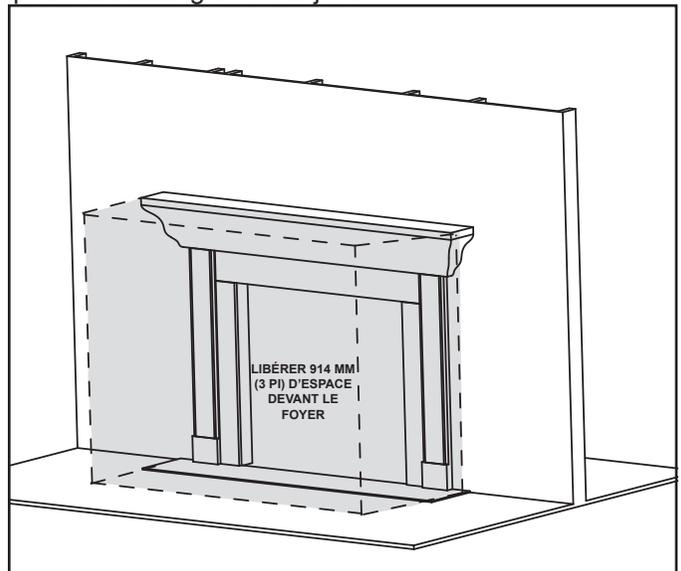

Figure 3.1 Exigences d'espace libre
**AVERTISSEMENT! NE PAS placer d'objets inflammables devant le foyer ou de manière à recouvrir les ailettes. Des températures élevées peuvent allumer un incendie. Voir la figure 3.1.**